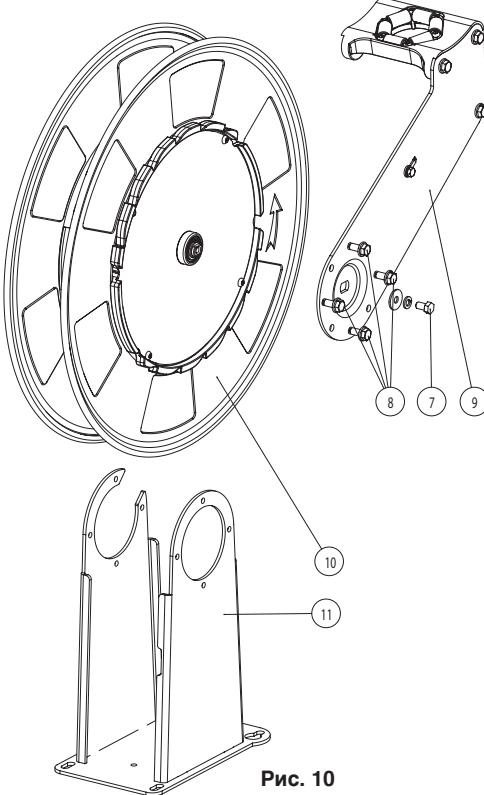

Рис. 10
- Вынуть верхнюю направляющую (9) (рис. 10), ослабив болт (7) (рис. 10). Намоточный барабан отсоединяется от рамы. Затем следует ослабить болты (8) (рис. 10) и вынуть верхнюю направляющую (4).